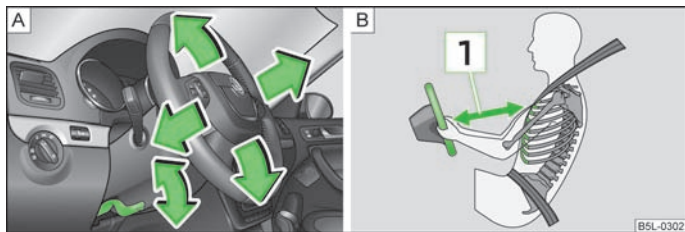

Fig. 93 Volante regulable: Palanca junto a la columna de dirección/distancia segura hasta el volante
- Girar la palanca situada debajo del volante hacia abajo » fig. 93 - A.